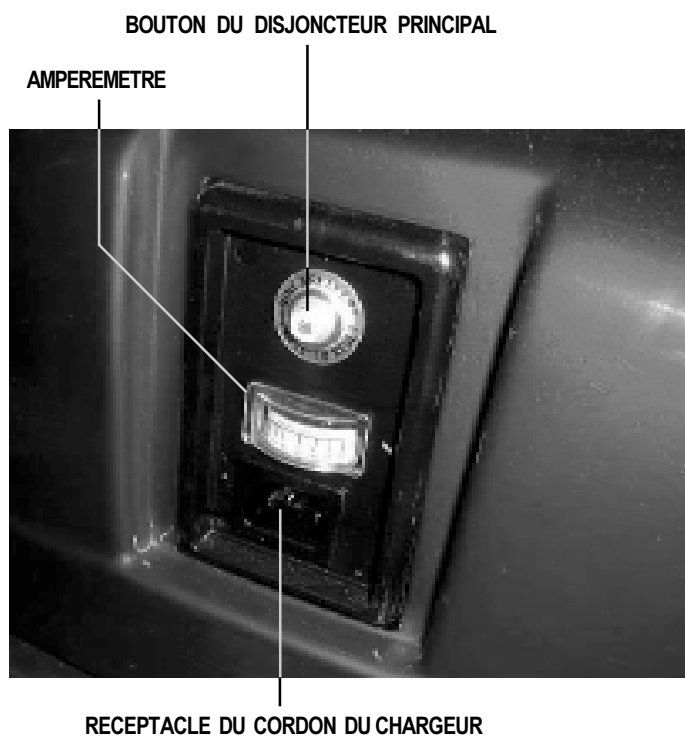

Figure 12a. Section arrière
- Le disjoncteur principal est situé sur la partie la plus avant de la section arrière. Voir la figure 12a.